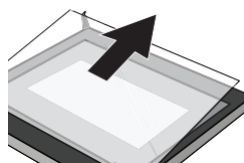

Рис. 5
5. Поместите стекло в положение, указанное стрелкой на рисунке 5. Осторожно вытащите стекло из гнезда. (Рис. 5)